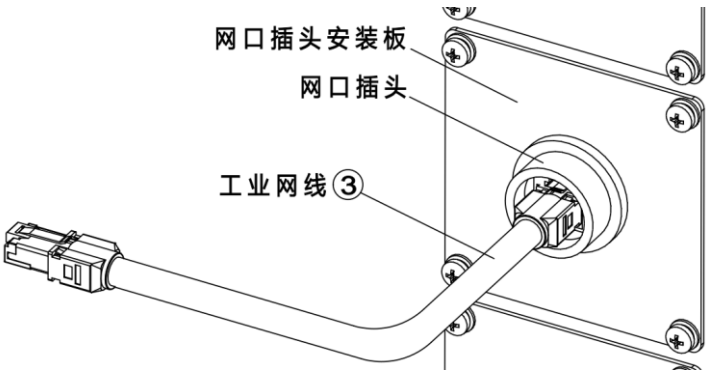

图 14-6 工业网线连接网口插头示意图
步骤3. 将③工业网线一端接在网口插头上，另一端接在用户自己的应用模块上，参考图 14-6。